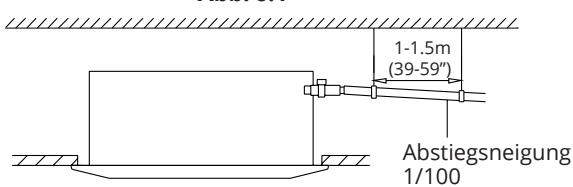

Abb. 6.2
- Installieren Sie das Abflussrohr wie in Abbildung 6.2.